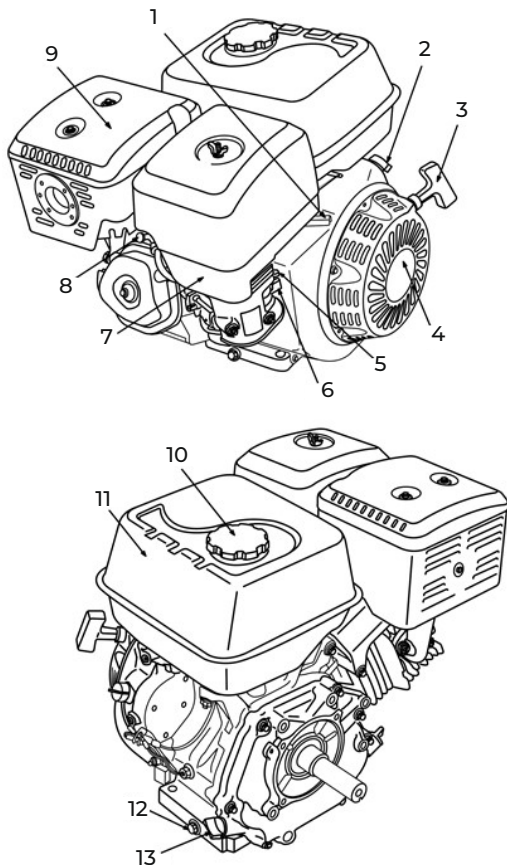

Рис. 7
5.1 Основные компоненты и органы управления (рис. 7)